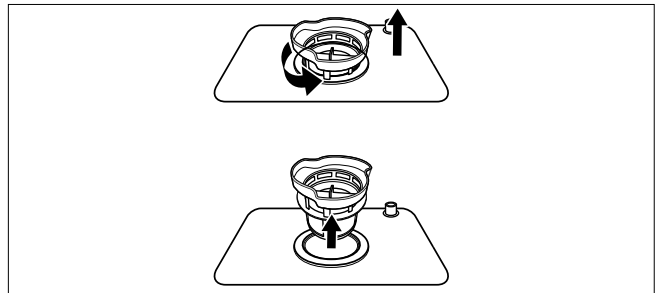

Fig. 24 – Retirada del filtro
- ▶ Para retirar el filtro, desenrosque el filtro fino y extráigalo (véase Fig. 24).